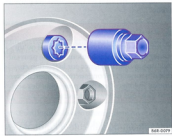

Fig. 159 Changement d'une roue : boulon antivol de roue et adaptateur
- Enfoncez l'adaptateur jusqu'en butée dans le boulon antivol de roue ⇒ fig. 159.